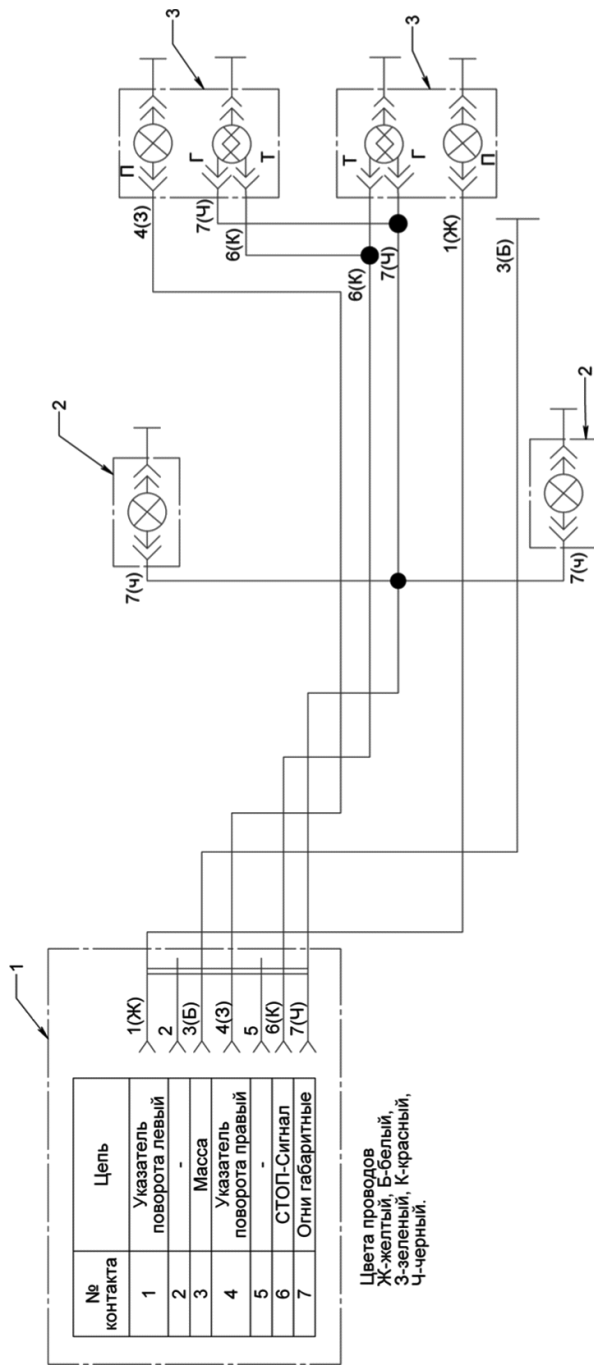

Рис. 5. Принципиальная электрическая схема
4.9. Электрооборудование прицепа (рис.5) выполнено по однопроводной схеме.